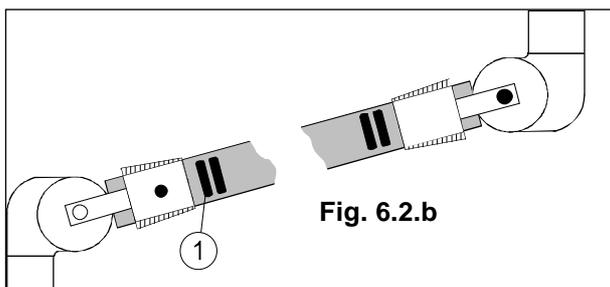

Fig. 6.2.b
5. Placer les demi-coques en plastique sur le bras à ressort de telle façon que les trous pour la vis 3 et le clip se superposent (fig. 6.2.c). Veiller à bien positionner les tôles de recouvrement 2.